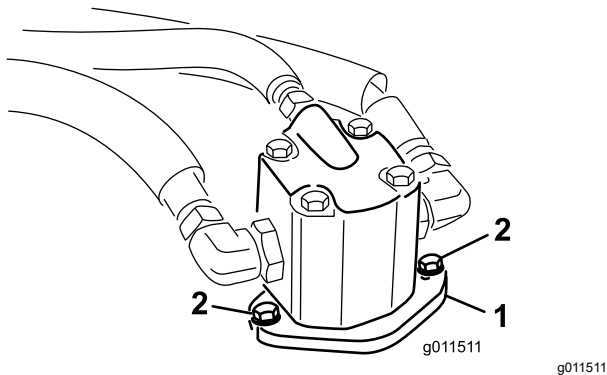

Figure 77
4. Enlevez les boulons qui fixent le moteur hydraulique au tablier de coupe (Figure 77).